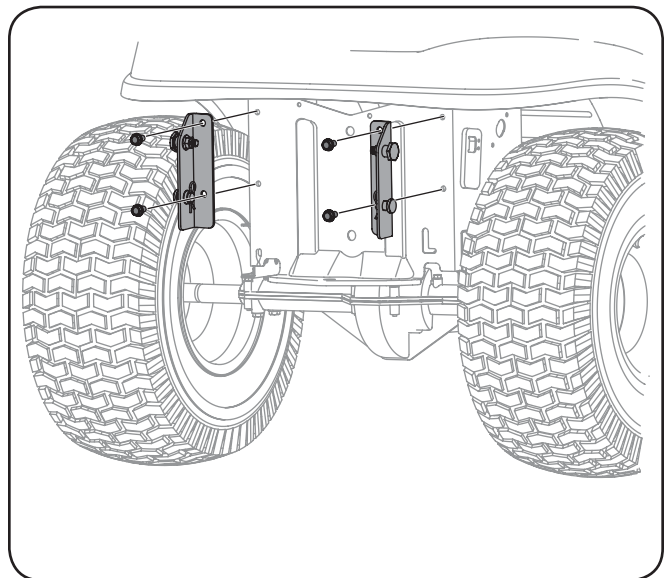

Figure 4-2
3. Retirez et jetez les deux vis dans l'armature inférieure, comme illustré à la figure 4-2.